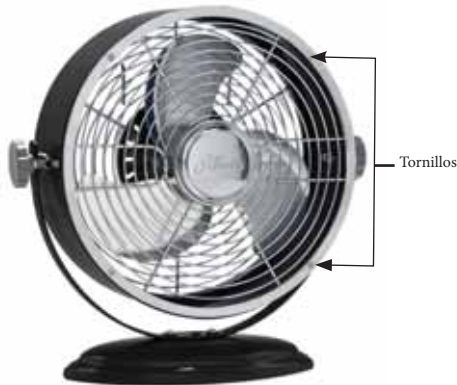

Figura 7
6. Si es necesario, la rejilla pueden retirar para limpiar las paletas. Desmonte las rejillas aflojando el tornillos. Figura 7.